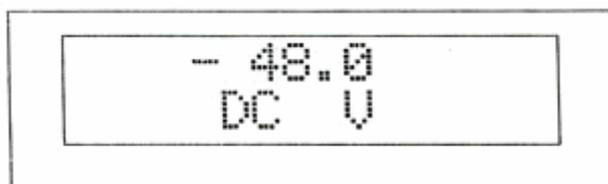

Рис.13
Этот режим выбирается установкой переключателя Вольтметр/Миллиамперметр (V/mA) в положение Вольтметр (V), а переключателя Постоянный ток/Переменный ток (AC/DC) - в положение Постоянный ток (DC). Формат вывода данных на жидкокристаллический дисплей показан на Рис.13, причём представленный отсчет не имеет знака для положительных величин и имеет знак минус для отрицательных величин.
Этот режим выбирается установкой переключателя Вольтметр/Миллиамперметр (V/mA) в положение Миллиамперметр (mA), а переключателя Постоянный ток/Переменный ток (AC/DC) - в положение Постоянный ток (DC). Формат вывода данных на жидкокристаллический дисплей показан на Рис.13, причём представленный отсчет не имеет знака для положительных величин и имеет знак минус для отрицательных величин.